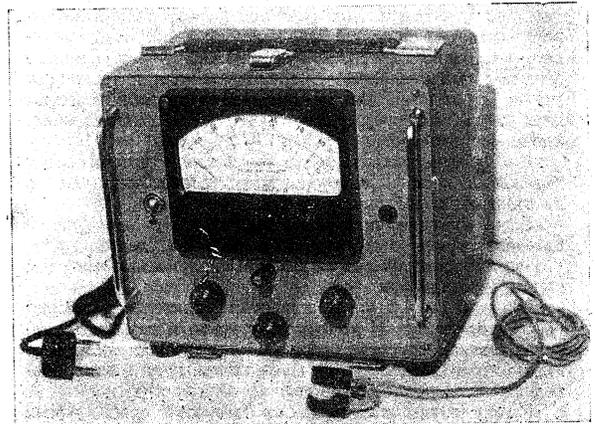
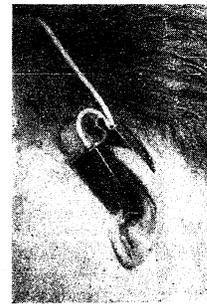
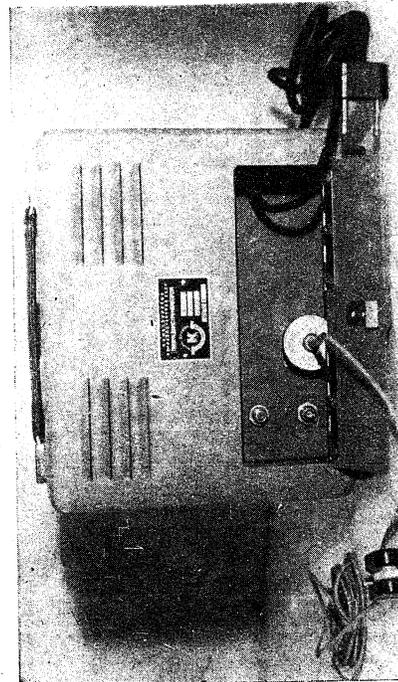

Рис. 1
Рис. 2
Рис. 3
Основной частью прибора является датчик-приспособление, надеваемое на ушную раковину человека (рис. 2).
Шасси заключено в металлический футляр (рис. 1). На задней стенке футляра имеется крышка с пружинной защелкой, открывающая доступ в карман для хранения датчика со шнуром, сетевого шнура и запчастей (рис. 3).
Основные органы управления находятся на передней панели прибора (рис. 1).
частью (резиновым кольцом) к внутренней стороне уха. Окно фотоэлементной части датчика должно быть полностью закрыто ухом, так, чтобы свет не попадал на фотоэлементы мимо уха (рис. 2). Нельзя допускать сползание датчика с прогретого участка, т. к. это приведет к неправильным показаниям.
1. Извлечь сетевой шнур и датчик из кармана в задней стенке прибора (рис. 3). Надеть датчик на ухо так, как показано на рис. 2. Вставить вилку сетевого шнура в розетку электрической сети.